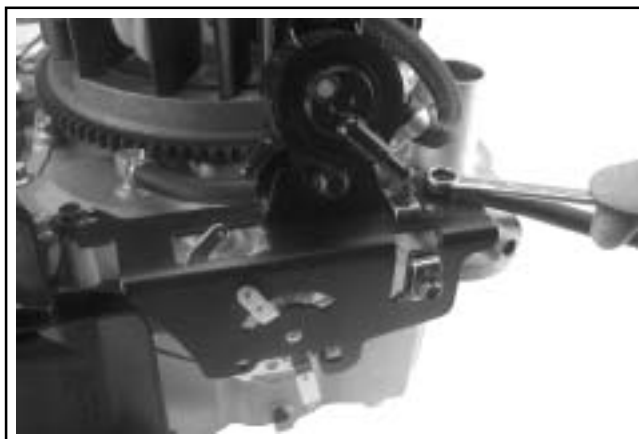

Figura 10-66. Sujeción del soporte del control de velocidad.
2. Fije el soporte del control de velocidad en los puntos de montaje del motor con los tornillos M6. Sitúe el soporte en la posición marcada en el desmontaje. Aplique un par de apriete a los tornillos de **11,0 Nm (95 in lb)** en orificios nuevos, o de **7,5 Nm (65 in lb)** en orificios usados. Ver Figura 10-66.